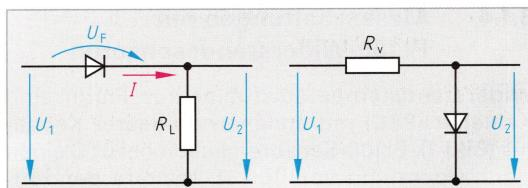
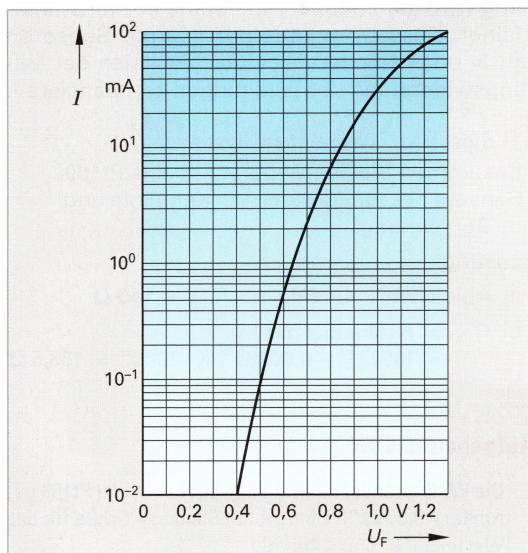

Bild 1: Diodenschaltungen
Bild 2: Diodenkennlinie (halblogarithmische Darstellung)
- Eine LED mit der Kennlinie **Bild 1**, folgende Seite, soll mit einem Strom von 20 mA betrieben werden. Berechnen Sie U_F und R_v , wenn die Gesamtspannung 5 V beträgt.
- Die Diode mit der Kennlinie **Bild 2** wird nach **Bild 1** rechts an 15 V angeschlossen. Danach ist $U_2 = 0,85 \text{ V}$. Wie groß sind I_F und R_v ?
- In der Schaltung **Bild 1** rechts sollen statt einer Diode drei in Reihe geschaltete Si-Dioden mit der Kennlinie **Bild 2** verwendet werden. Die Ausgangsspannung soll ohne Belastung 2,7 V betragen. R_v hat 300 Ω . Wie groß muss die Spannung U_1 sein?